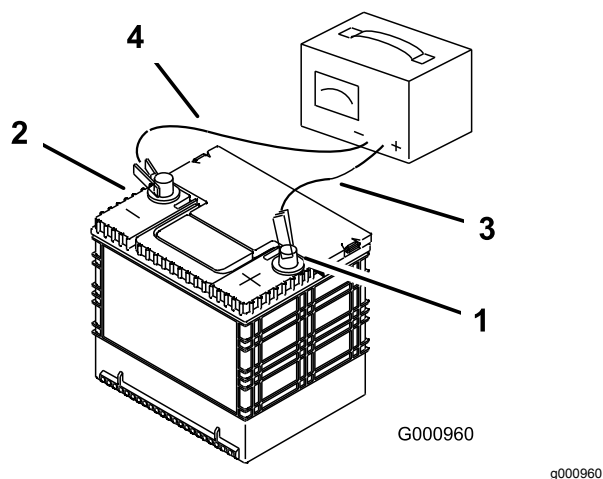

Figura 46
2. Quando la batteria è completamente carica, staccate il caricabatterie dalla presa elettrica e scollegate i cavi di ricarica dai poli della batteria (Figura 46).